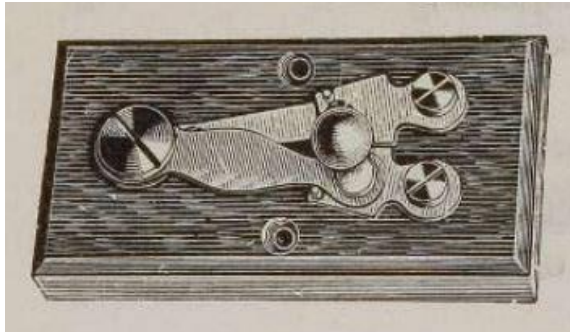

Рисунок 2
В русских школах «прижились» ключи образца фирмы Мейзер и Мертиг из Дрездена (см. рис. 2).
– Какие изменения произошли в конструкции ключа (рис. 3) по сравнению с ключом на рис. 2.